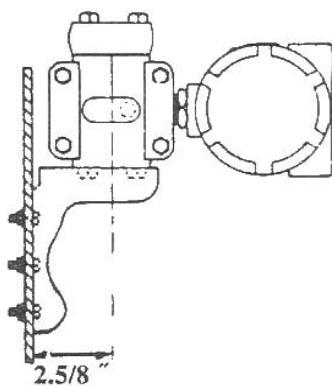

图 2.1 弯支架盘装图
**弯支架盘装**的典型安装方式如图 2.1 所示。用所提供的 4 个螺栓将变送器固定于盘装弯支架上，再通过 M10 螺栓(用户自备)将盘装弯支架固定于表盘上。